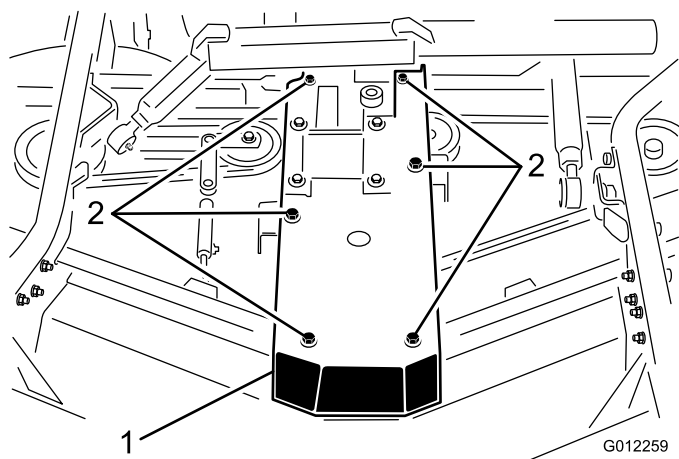

Figura 23
3. Retire os parafusos e porcas que prendem a placa da caixa de engrenagens aos canais da plataforma (Figura 23). Eleve a placa da caixa de engrenagens e caixa de engrenagens para fora dos canais da plataforma e coloque na parte superior da plataforma.